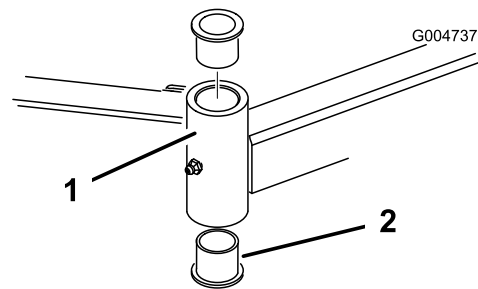

Figura 25
- 4. Inserte un botador fino en la parte superior o inferior del tubo de montaje y dé golpes hasta retirar el casquillo del tubo (Figura 25). Retire también el otro casquillo del tubo. Limpie el interior de los tubos para eliminar toda suciedad.